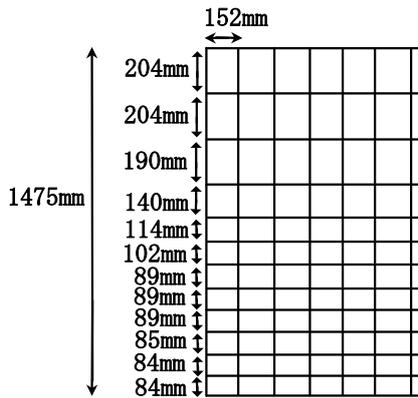

図1 急斜面版シカ侵入防止柵に用いる網幅 1475 mm で片側の網目は荒く、反対側は細かい。長さは 20 m。
- 1) 幅 1475 mm で、片側の網目は荒く、反対側の網目は細かい、長さ 20m の網を考案し(図 1)、これを 2 枚用いて、上下二段に繋いで設置するスタイルとした(図 2)。接合部は、細かい網目どうしを向かい合わせ、短めのシノーなどを用いて結合した(図 3)。